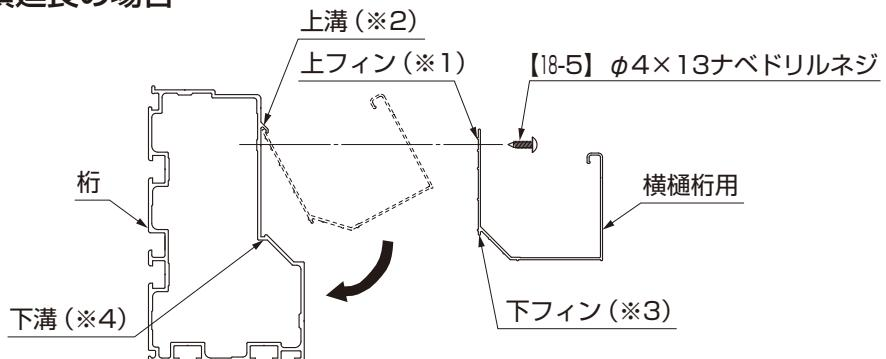

図9-2 横樋用の取付け
- ①横樋の上フィン(※1)を桁の上溝(※2)に下から入れ、横樋用の下フィン(※3)を桁の下溝(※4)に落とし込むように取付けてください。(図9-2参照)
- ②桁(水上用)に【18-5】で横樋用を取付けてください。